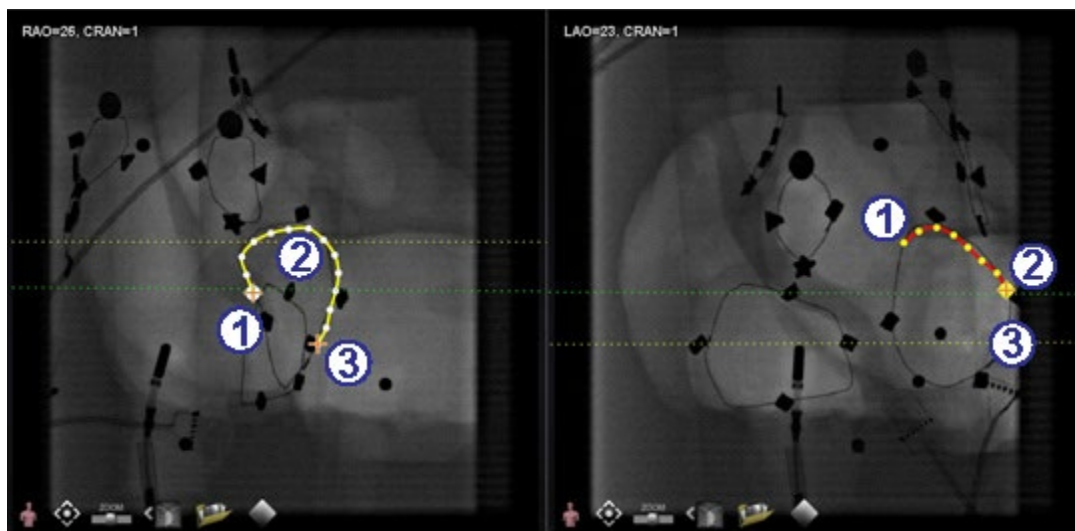

Figure 126. Sur une image complémentaire, le dernier point tracé est le point distal
Lors du marquage d'un vaisseau sur une radioscopie complémentaire (comme sur la radioscopie OAG sur la **Figure 126**), le dernier point tracé est le point distal. La ligne en pointillés jaune dans la radioscopie originale (OAD ci-dessous) indique le point distal de la radioscopie complémentaire.
Explicatif du point distal en cours (Figure 126)
- ① Point d'ancrage proximal
- ② Point distal du tracé actif (OAG sur la **Figure 126**)
- ③ Point d'ancrage distal du tracé original (OAD sur la **Figure 126**)